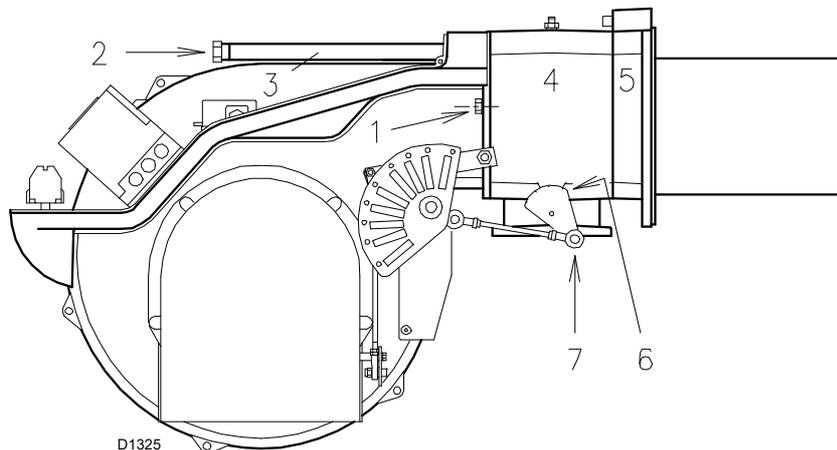

Fig. 17
- introducir el cable de la sonda y el cable del electrodo y deslizar el quemador hasta el manguito, hasta que alcance la posición indicada en la Fig. 17;